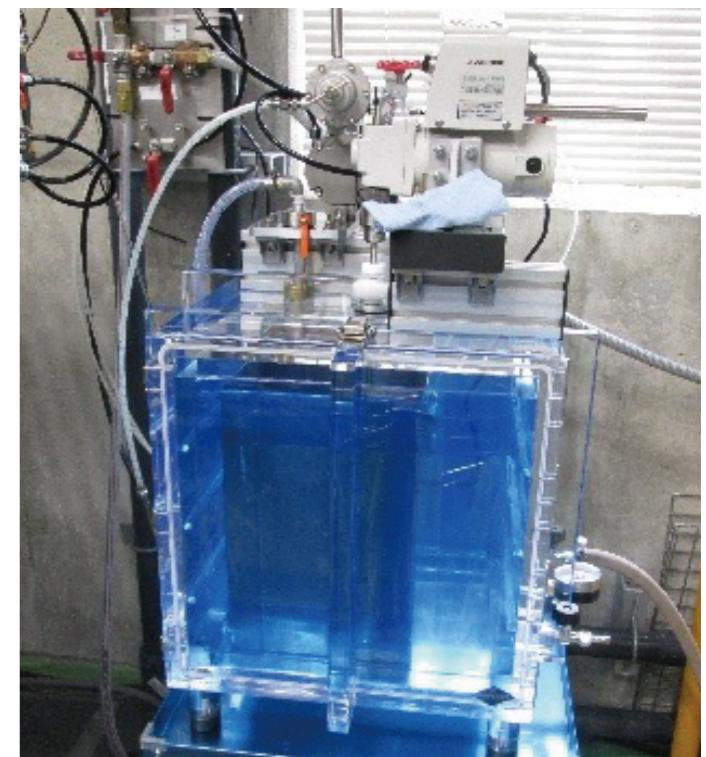

図1:潤滑剤塗布装置
- ガラス潤滑材を試料へ均一にコーティングするために、脱泡・攪拌機能と吸出し・吹付機能を併せ持つ潤滑剤塗布装置の設計・作製を行った。(図1、2)